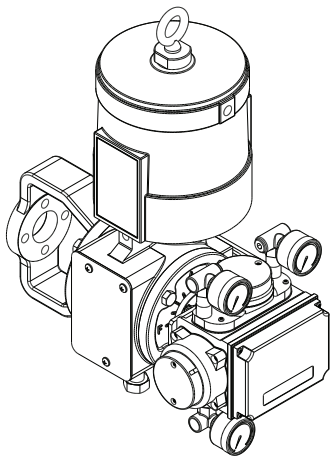

Figura 2 - Montagem do Posicionador Valtek HPP3500 no Atuador Rotativo
- Caso o atuador seja equipado com um posicionador Valtek HPP3500 ou outro posicionador instalado paralelamente à tampa da caixa de transferência (vide Figura 2), remova do atuador o posicionador com o respectivo suporte, a alavanca de realimentação e/ou o eixo de adaptação.